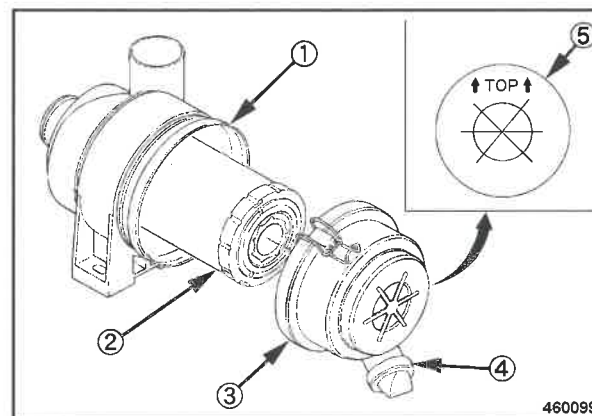

Fig. 100
- Prima dell'inserimento è necessario controllare le superfici di tenuta sulla cartuccia del filtro aria (2) (Fig. 100).
- Inserire la cartuccia del filtro aria, applicare il coperchio della scatola (3) con i contrassegni "TOP" (5) in alto e fissare tutto con le mollette di ritegno.